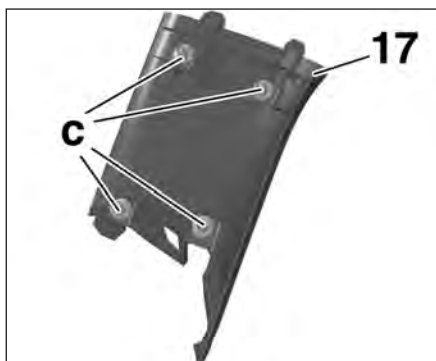

FIG.80
- la garniture arrière (17) de custode en (c) (Fig.80),